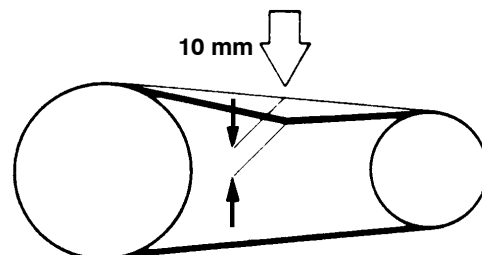

Fig. 44 Controllo della tensione della cinghia trapezoidale
- La tensione della cinghia trapezoidale è corretta quando, premendo fortemente con il pollice, è possibile spingere la cinghia tra le pulegge per **10 mm** (Fig. 44). Per una regolazione esatta, suggeriamo di utilizzare il nostro dispositivo di misura del pretensionamento della cinghia trapezoidale, Cod. art. N25238.